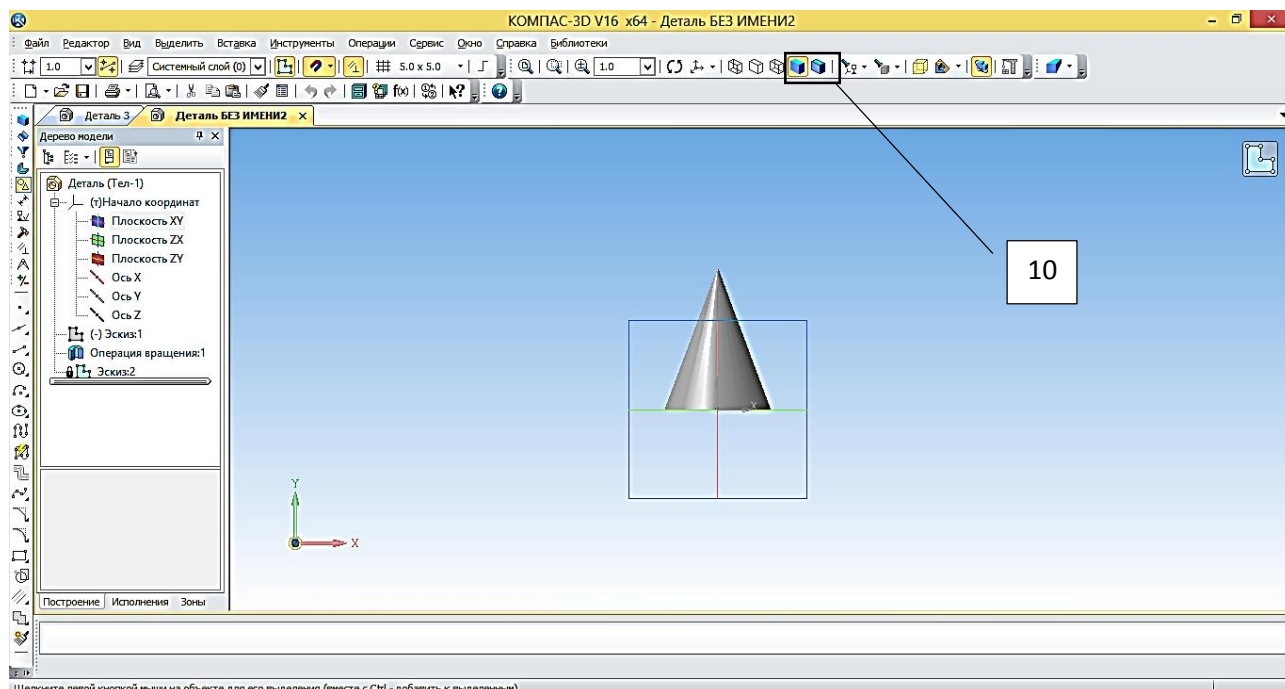

Рисунок 33 – Выбор команды **Полутоновое, Полутоновое с каркасом**
14. на Инструментальной панели **Вид** выберите команду **Полутоновое, Полутоновое с каркасом** (рисунок 33);